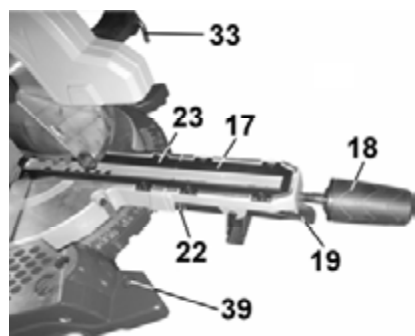

Рис. 5
8.1.2. Как показано на Рис.5, надавите на фиксатор (19), установите и точно совместите с пазом поворотного стола (23) удлинитель поворотного стола (17). Используя шестигранный ключ (33), надёжно закрепите двумя болтами (22) удлинитель поворотного стола (17). В резьбовое отверстие установите рукоятку (18).